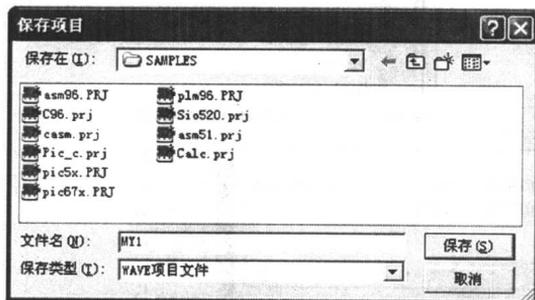

图 1-15
(3) 保存项目。如图 1-15 所示，在保存项目对话框中输入项目名称。MY1 无须加后缀。软件会自动将后缀设成“.PRJ”。按保存键将项目存在与你的源程序相同的文件夹下。